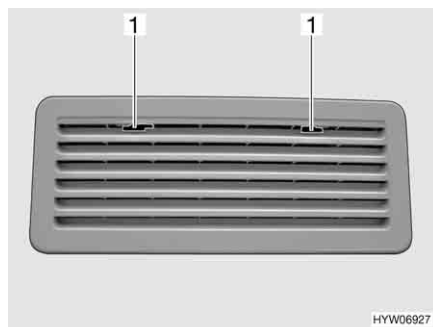

Fig. 188 Griglia di aerazione del frigorifero (Thetford)
- Spingere verso il centro l'arresto (Fig. 188,1).